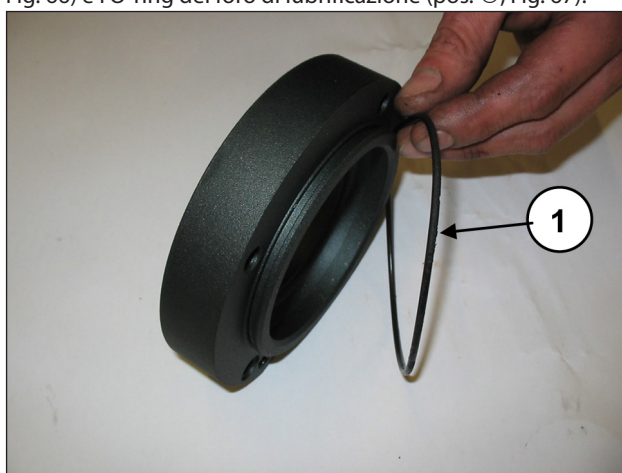
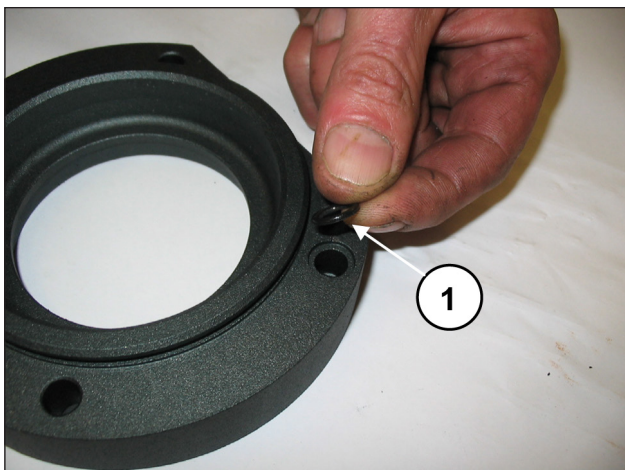

Fig. 66
Fig. 67
Applicare ai coperchi cuscinetto PTO l'O-ring esterno (pos. ①, Fig. 66) e l'O-ring del foro di lubrificazione (pos. ①, Fig. 67).